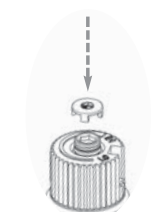

Fig. 6
- 18) Re-assemble the black protection cap (Fig. 6).